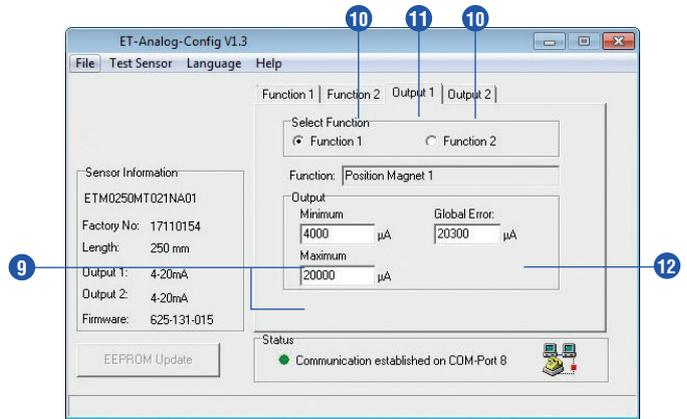

Fig. 31: Exemple de contrôles d'onglet
- ❾ Le champ **Output Minimum** indique la valeur courante ou tension du signal de sortie correspondant normalement au point de début d'intervalle de la fonction sélectionnée. La valeur du signal de sortie correspondant au point de fin d'intervalle doit être spécifiée dans le champ **Output Maximum** (Fig. 31).
- ❿ La seconde sortie analogique peut être programmée aux onglets **Function 2, Output 2** (Fig. 31).
- ⓫ Les signaux de sortie analogique correspondants peuvent être attribués à l'onglet **Output 1** (Fig. 31).
- ⓬ En l'absence d'aimant de position, ou s'il se situe dans la zone morte du capteur, c.-à-d. en dehors de la plage de mesure, une erreur générale s'affiche dans le champ **Global Error**. La valeur d'erreur peut être réglée dans la plage **-0.7...20.3 mA** ou **-0.4...10.4 VDC** (Fig. 31).